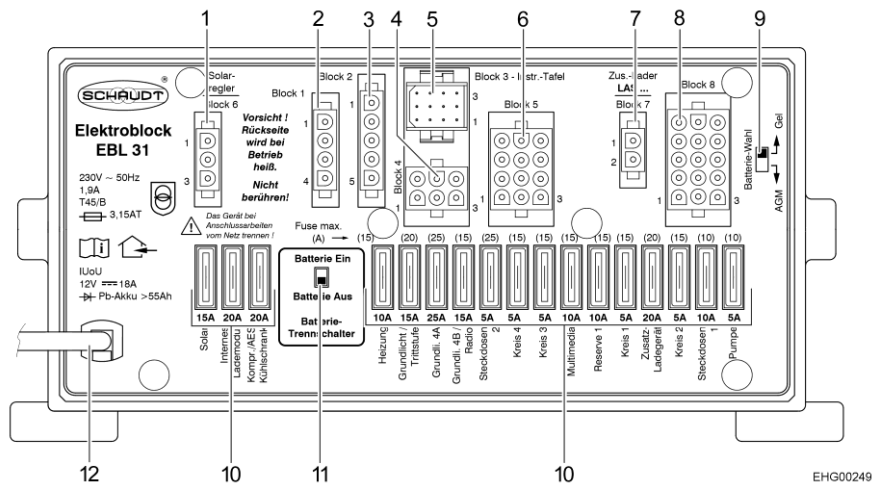

Bild 41 Elektroblock (EBL 31)
- ▷ Verbraucher wie Ladegerät, Solar-Laderegler, Panel oder Ähnliches entnehmen Strom von der Batterie, auch wenn der 12-V-Hauptschalter am Panel (Bild 42,6) ausgeschaltet ist. Deshalb den Batterie-Trennschalter (Bild 41,11) am Elektroblock auf "Batterie Aus" stellen, wenn das Fahrzeug längere Zeit nicht benutzt wird.